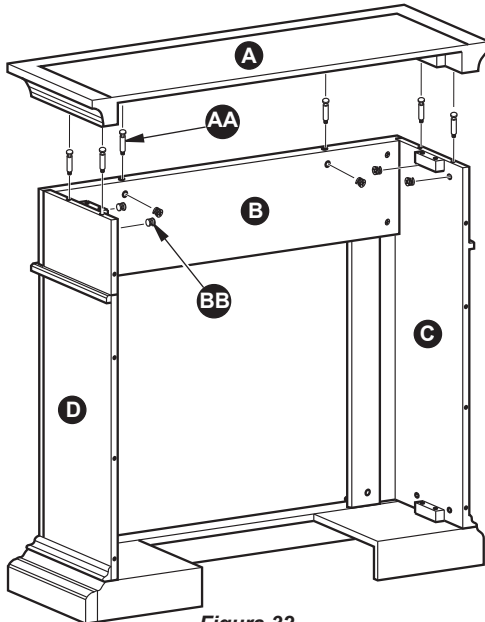

Figura 32
4. Inserte 6) Cerrojo de levas (BB) en el marco ensamblado (B, C, D). Atornille 6) Espiga de levas (AA) en la parte superior (A). Conecte la parte superior (A) en el bastidor del apretando los Cerrojo de levas (BB) como se muestra en la Figura 32.